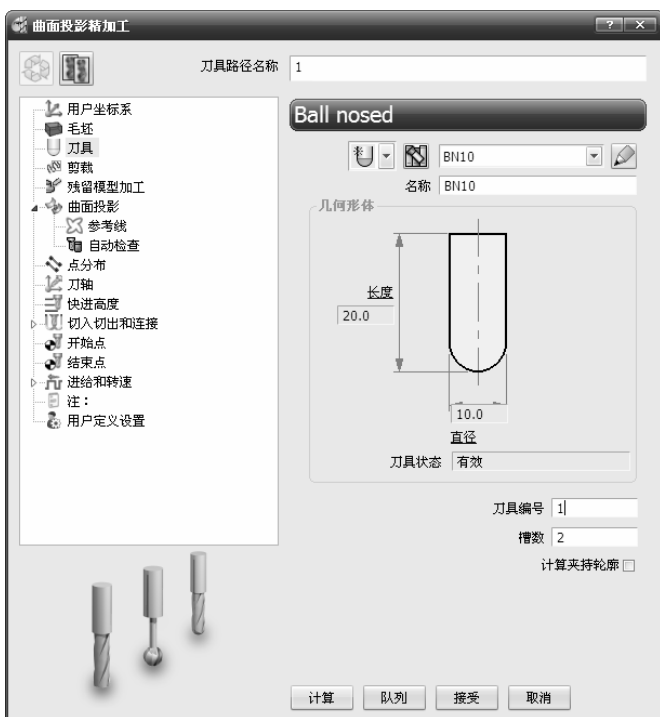

图 2-263 “曲面投影精加工”对话框
4) 单击主工具栏上的“刀具路径策略”按钮, 弹出“策略选取器”对话框, 单击“精加工”选项卡, 选中“曲面投影精加工”选项, 单击“接受”按钮, 弹出“曲面投影精加工”对话框, 如图 2-263 所示。